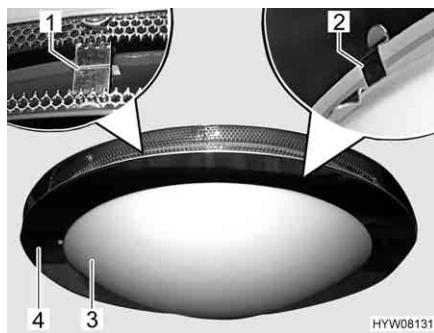

Fig. 188 Lampada a soffitto (rotonda)
- Tirare verso il basso l'anello metallico inferiore (Fig. 188,4) della lampada a soffitto opponendo resistenza alle graffe di supporto (Fig. 188,1). L'anello metallico inferiore si stacca da quello superiore.
- Estrarre la copertura della lampada (Fig. 188,3) opponendo resistenza alle graffe di supporto (Fig. 188,2).